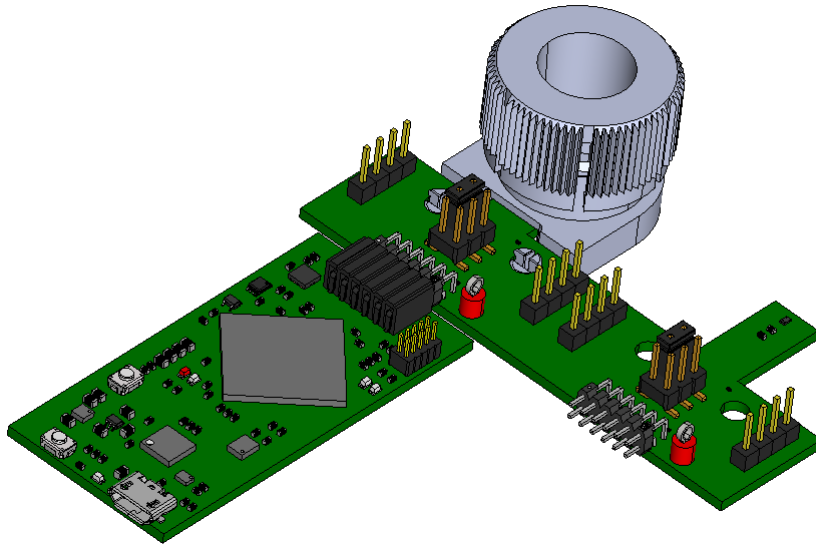

图 3-12. EVM 上的旋推模块
- 将旋推模块连接到 EVM (参见图 3-12)。有关如何使用这些模块的更多详细信息，请参阅节 3.2.2。
1. 将旋推模块连接到 EVM (请参阅图 3-12 展示的示例，了解如何将此模块连接到 EVM 的 A1 部分)。